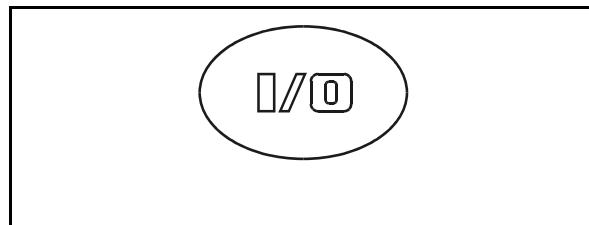

Рис. 6
ВКЛ. (I) / ВЫКЛ. (0) (Рис. 6). При помощи этой клавиши Вы включаете и выключаете **AMATRON+**.